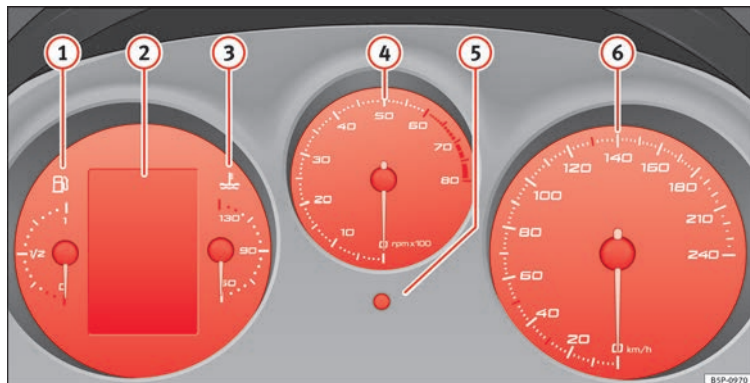

Bild 26 Detaljerad vy av instrumentpanelen: Instrumentpanelen.
Början av det röda området » bild 26 ④ visar det maximala varvtalet vid drifttemperatur. Det är dock klokt att växla upp till en högre växel, föra väljarspaken till D eller lyfta foten från gaspedalen innan nålen når det röda området.
- Vrid på inställningsknappen » bild 26  medurs till det första "klicket" för att ställa in timmarna. Timman blinkar. Tryck på knappen för att ändra timma.